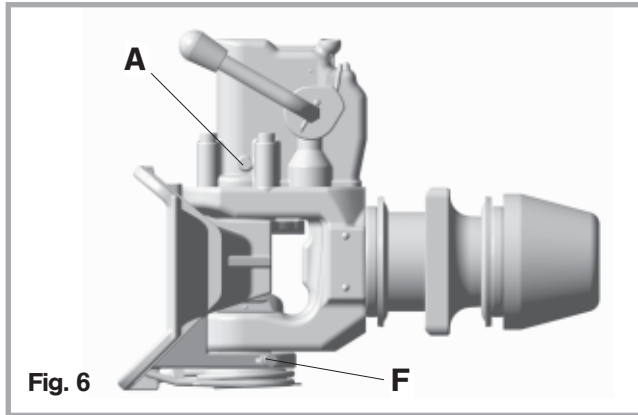

Fig. 6
- Lubrificare il cuscinetto inferiore della testa campana (**F**, fig. 6): si raccomanda EP3